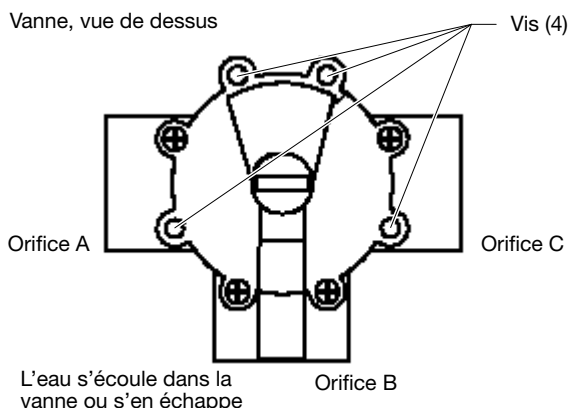

FIG. 1. Tuyauterie standard
2. Retirez les quatre (4) vis du corps de la vanne à l'aide d'un tournevis Phillips. Voir FIG. 1.
- **Tuyauterie standard** : utilise une vanne à trois orifices. L'orifice B (centre) est pour l'entrée (commun) tandis que les orifices A et C sont pour la sortie. Voir FIG. 1.